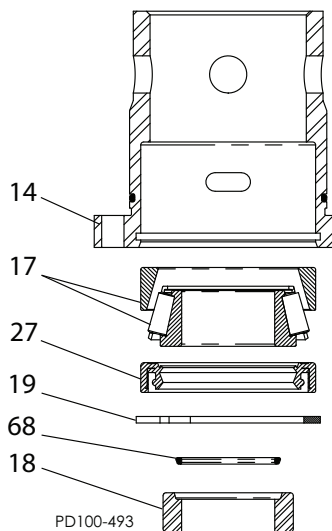

Figura 43 - Pressionar o Eixo para Liberá-lo do Mancal Traseiro
2. Com a caixa dos mancais apoiada como apresentado em Figura 43, pressione o eixo para liberá-lo do mancal traseiro (item 17), caixa de mancais (item 14), anel em O da bucha da vedação (item 68), e bucha da vedação (item 18).
3. Remova o anel de retenção (item 19) da caixa de mancais e pressione o copo do mancal traseiro e a vedação do mancal traseiro (item 27) para fora da caixa de mancais.